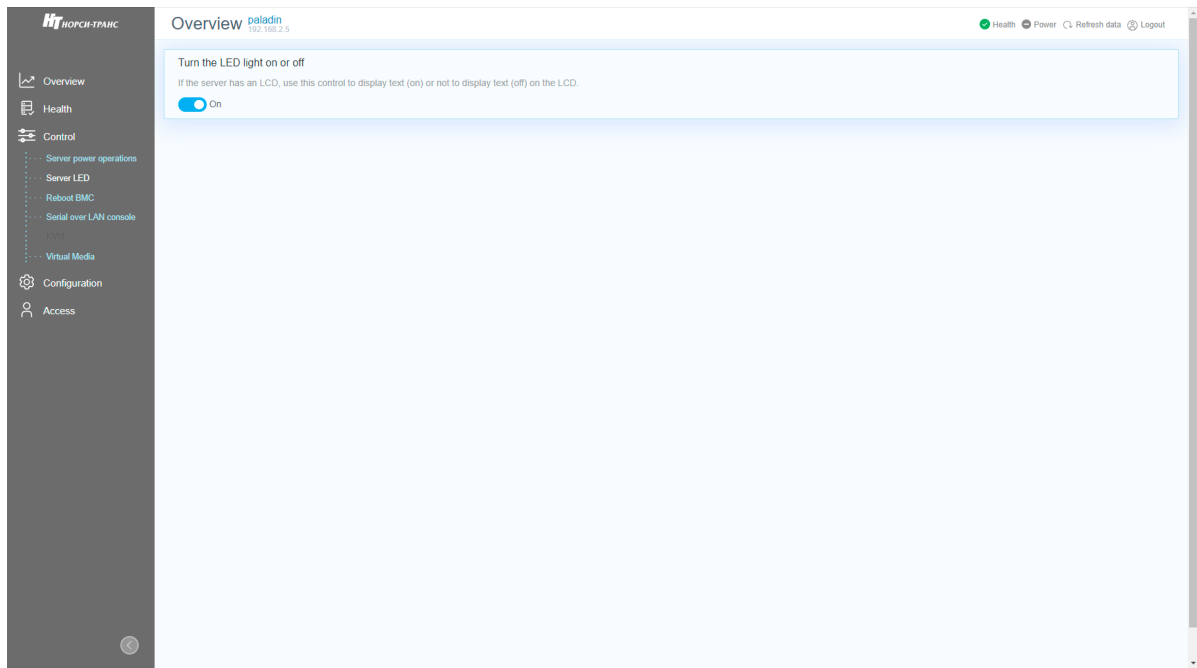

Рис. 78. Окно «Server LED»
- 3) Пройдите во вкладку «Control» → «Server LED» в данной вкладке осуществляется управление светодиодом идентификации сервера в серверной стойке. В поле «Turn the LED light on or off» установите переключатель в активное положение чтобы включить светодиод индикации сервера. Окно показано на рис. 78 Окно «Server LED».